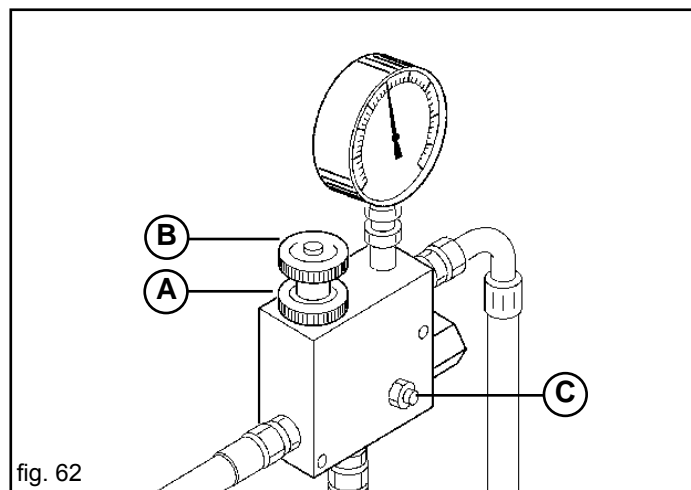

fig. 62
Se occorre aumentare il numero di giri della ventola per la distribuzione di sementi più pesanti, agire con prudenza ed attenzione nel seguente modo (Fig. 62):
- a) allentare la ghiera di bloccaggio (A Fig. 62);
b) ruotare in senso orario od antiorario il volantino (B Fig. 62) per diminuire od aumentare la pressione e di conseguenza modificare i giri della soffiante.
È vietato per qualsiasi motivo toccare il grano (C Fig. 62) poiché si starebbe l'impianto potendo causare la rottura del motore, della pompa o della ventola di soffiaggio.